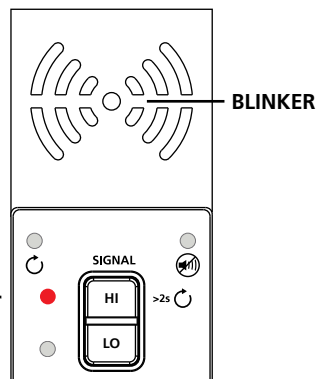

Fig. 3.2b: Senderindikator med signal i HØJ tilstand
3. Vælg HØJ signaltilstand ved at trykke på HI (HØJ) for de fleste anvendelser. Senderen vil se ud som vist i fig. 3.2b. LED-skærmen vil hurtigt begynde at blinke.